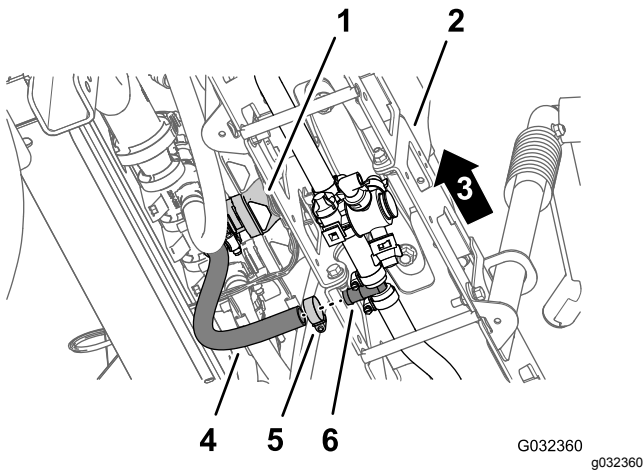

Figura 38
- Na secção da rampa central, retire o grampo do tubo que prende o tubo de alimentação para a secção da rampa à união estriada em T (Figura 38).